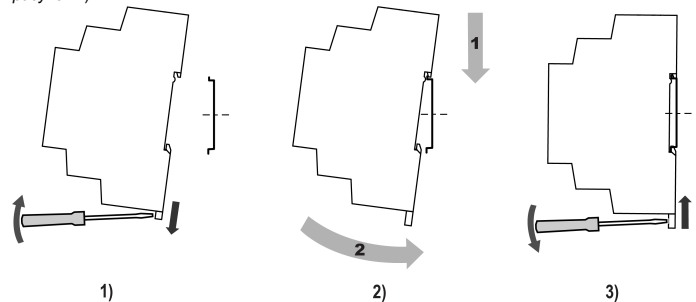

Рисунок 1 – Установка прибора
2. Установить прибор на DIN-рейку в соответствии с направлением стрелки 1 (рисунок 1, 2);
3. Вставив отвертку в проушину, оттянуть защелку (рисунок 1, 1);
4. Прижать прибор к DIN-рейке в направлении, показанном стрелкой 2. Зафиксировать защелку (см. рисунок 1, 3).